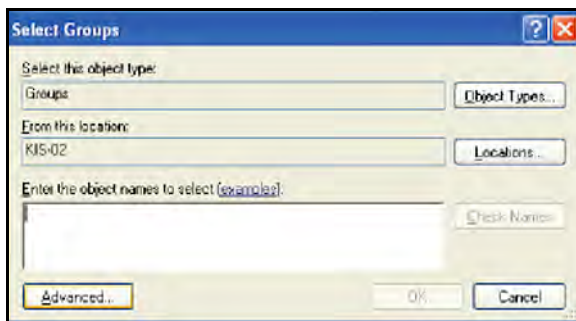

Рис. 120: Окно выбора групп
9. Когда откроется окно *Select Groups* (Выбор групп) (см. Рис. 120 ниже), щелкните кнопку Advanced (Дополнительно).